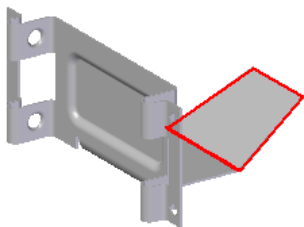
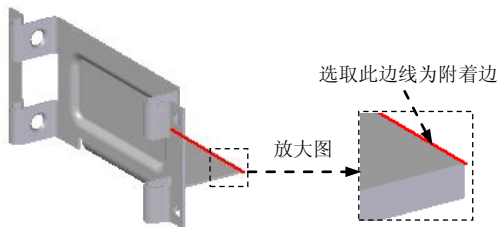

图 8.11.34 弯边特征 6
图 8.11.35 定义附着边
(5) 定义弯边属性及参数。单击“弯边选项”按钮，取消选中 ☐ 使用默认值* 复选框，在其“折弯半径(R)”文本框中输入值 5.0；选中 ☒ 折弯止裂口(L) 复选框和 ☒ 圆形(C) 单选项，并取消选中 ☐ 使用默认值(L)* 复选框，在“宽度(W)”文本框中输入值 2.0；单击  按钮。
(6) 单击  按钮，完成特征的创建。
Step17. 创建图 8.11.34 所示的弯边特征 6。
(1) 选择命令。单击“主页”功能选项卡“钣金”工具栏中的“弯边”按钮。
(2) 定义附着边。选取图 8.11.35 所示的模型边线为附着边。
(3) 定义弯边类型。在命令条中单击“完全宽度”按钮；在“距离”文本框中输入值 40，在“角度”文本框中输入值 150，单击“内部尺寸标注”按钮和“材料外侧”按钮；调整弯边侧方向向上，如图 8.11.34 所示。